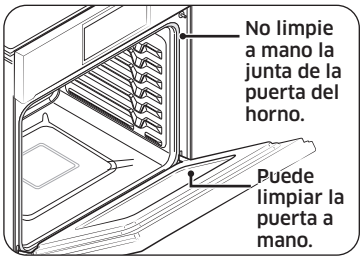

Imagen 2
- No limpie la junta. El material de fibra de vidrio de la junta de la puerta del horno no resiste la abrasión. Es fundamental que la junta permanezca intacta. Si observa que la junta se gasta o deteriora, debe reemplazarla. (Fig. 2)